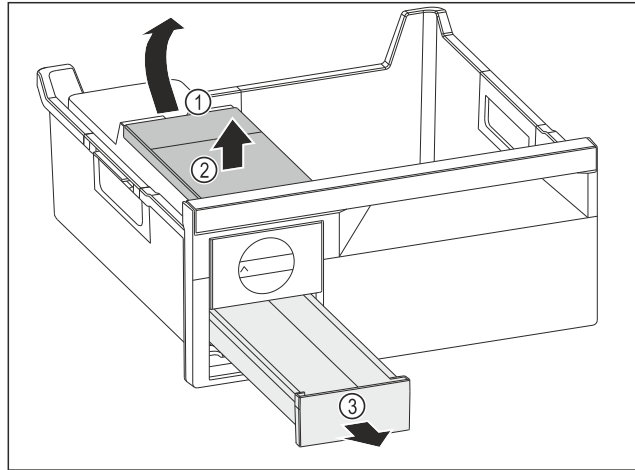

Fig. 120
- ▶ Vegye ki a víztartályt: Emelje fel a víztartályt a kivágásnál Fig. 120 (1).
- ▶ Vegye ki felfelé a víztartályt Fig. 120 (2).
- ▶ Vegye ki az előre felé a jégkocka-fiókot Fig. 120 (3).